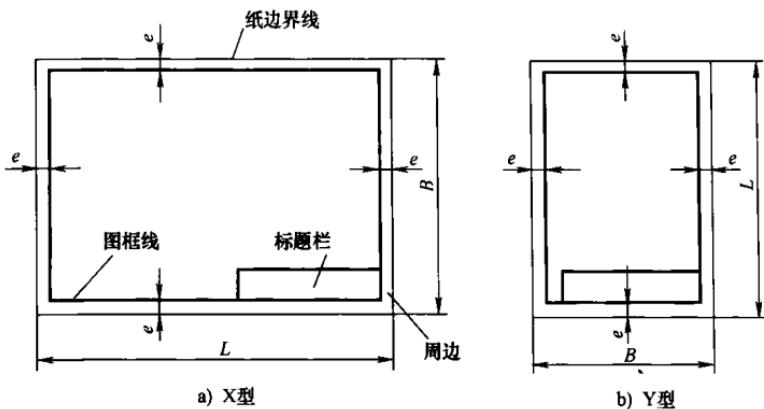
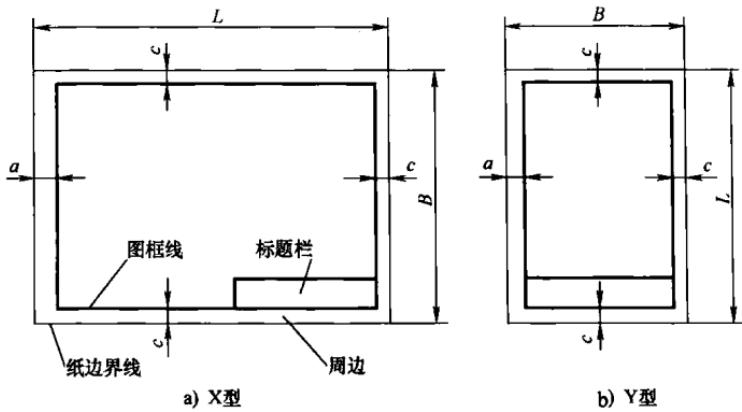

图 1-2 不留装订边的图框格式
图 1-3 留有装订边的图框格式
(1) 不留装订边的图纸, 其图框格式如图 1-2 所示, 尺寸按表 1-1 中的规定选取。
(2) 留有装订边的图纸, 其图框格式如图 1-3 所示, 尺寸按表 1-1 中的规定选取。
10609.1—2008 的规定。标题栏的位置位于图纸的右下角，如图 1-2、图 1-3 所示。